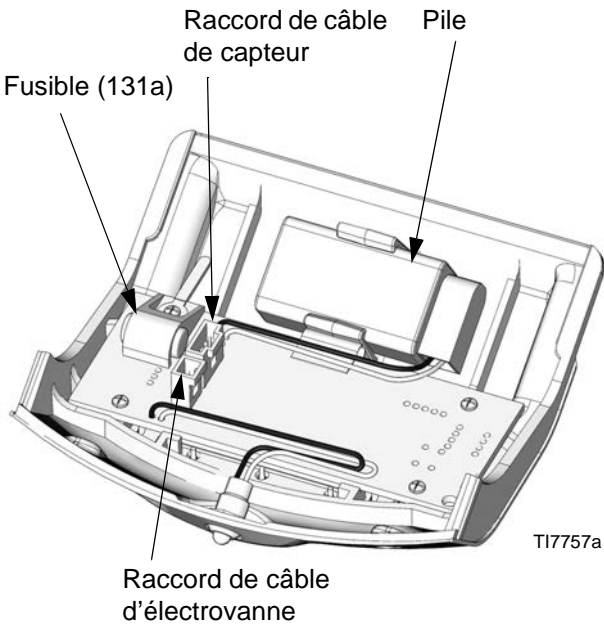

FIG. 5. Emplacement de la pile et du fusible du DataTrak
2. Débranchez les câbles de l'électrovanne d'emballement et du capteur de la carte du module. Consultez la FIG. 5.
3. Déplacez le module DataTrak (131) vers une zone non dangereuse.